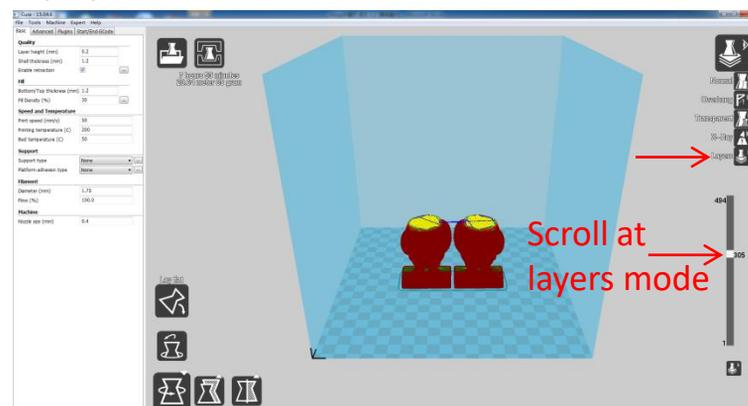

Imagen 23
(6) Modo de vista (**Imagen 23**): para ver el modelo de diferentes maneras y ayuda a detectar problemas antes de que comience la impresión. Como el modo "Capas": para ver la trayectoria de la herramienta del cabezal de impresión para comprobar si hay capas saltadas o huecos.